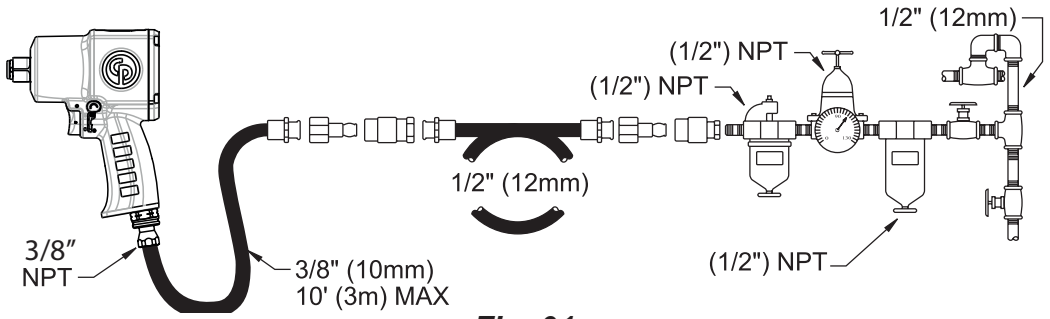
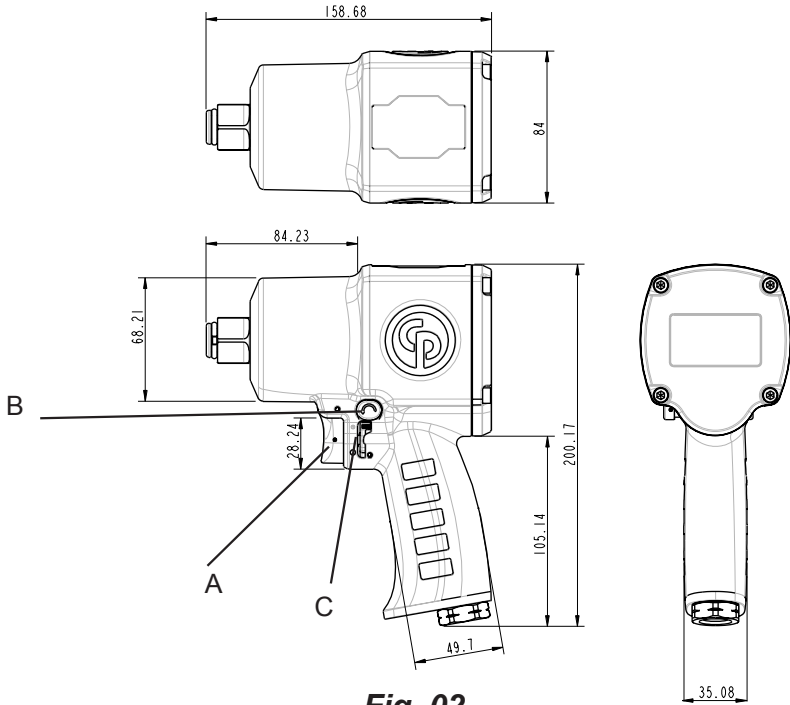

Fig. 01
Fig. 02
- Connect device as shown in Fig. 01 to a clean and dry air supply.
- To start the machine, pull the trigger (A). Machine speed is increase by increasing pressure on the trigger. Release the trigger to stop.
- To switch rotation, turn the switch (B) as shown in Fig. 02.
- Use the reverse switch (B) only when the drive spindle comes to a complete stop. Changing the speed before the drive spindle stops may damage the machine.
- To adjust output power, turn the regulator (C) as shown in Fig. 02.
- Schließen Sie das Gerät wie in Abb.01 an eine saubere und trockene Druckluftquelle an.
- Um die Maschine zu starten, muss der Auslöser (A) gezogen werden. Der Druck auf den Abzug bestimmt die Geschwindigkeit des Motors. Um die Maschine zu stoppen, den Auslöser wieder freibesen.
- Die Drehrichtung wird gewechselt, indem der Schalter (B) wie in Abb. 02 gezeigt gedreht wird.
- Den Umkehrschalter (B) nur verwenden, nachdem die Antriebsspinde vollkommen angehalten hat. Änderung der Drehrichtung vor Halt der Spindel kann die Maschine beschädigen.
- Zum Einstellen der Ausgangsleistung drehen Sie den Regler (C), wie in Abb. 02 gezeigt.